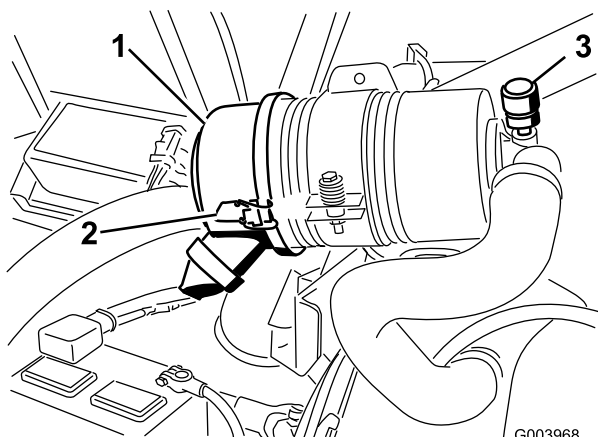

Bild 49
Warten Sie den Luftfilter nur, wenn die Wartungsanzeige dies angibt (Bild 49). Das frühzeitige Auswechseln des Luftfilters erhöht nur die Gefahr, dass Schmutz in den Motor gelangt, wenn Sie den Filter entfernen.
1. Lösen Sie die Riegel, mit denen die Abdeckung des Luftfilters am Luftfiltergehäuse befestigt ist (Bild 49).